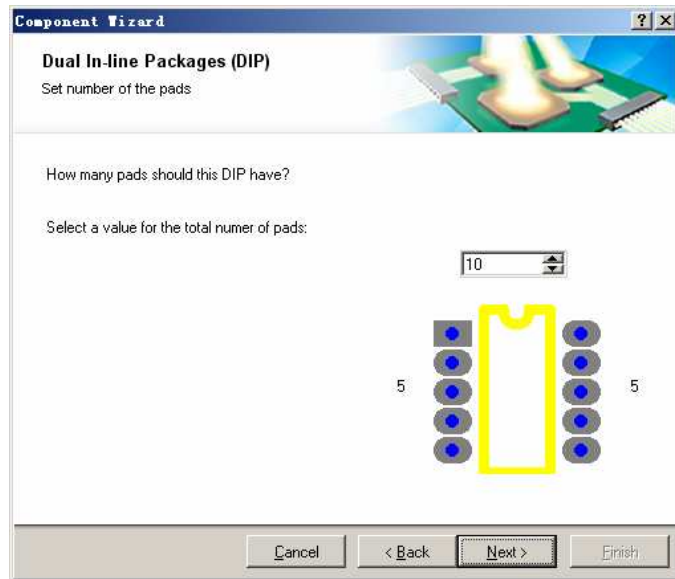

图 10.34 “Set number of the pads” 视图
(7) 单击“Define the outline width”视图中的线框的导线宽度尺寸标注，将其文字改为“8mil”，设置轮廓线的宽度为 8mil，然后单击“Next”按钮，显示如图 10.34 所示的“Set number of the pads”视图。